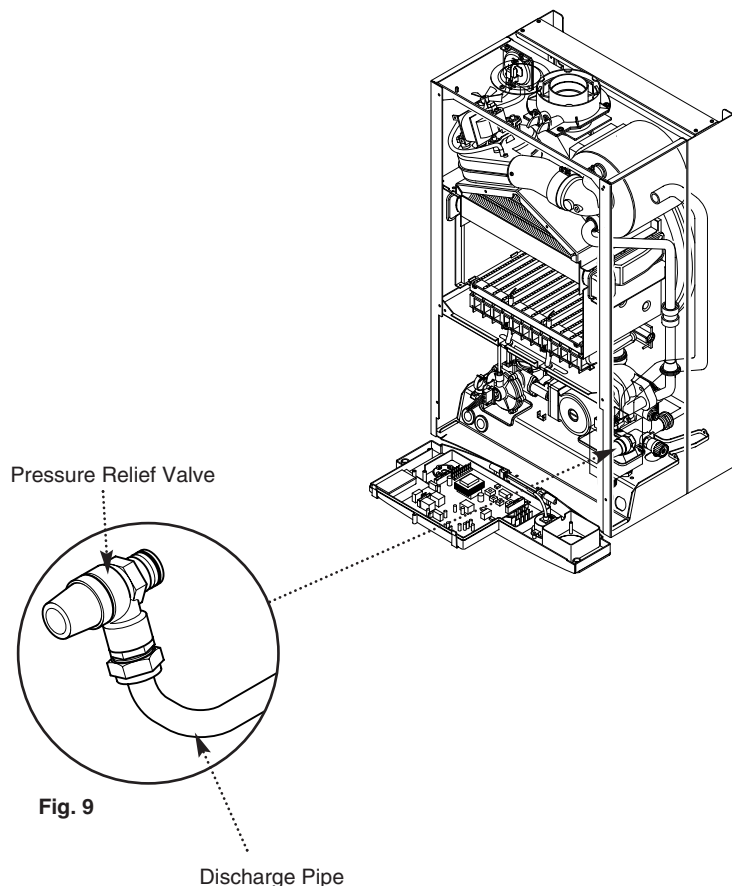

Fig. 9
6.7 Pressure Relief Valve (Fig. 9)